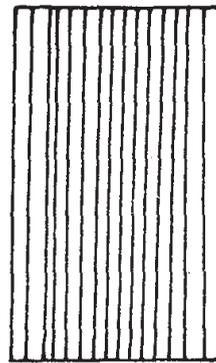

Figura 2
- Distribuye la primera capa de varilla, tomando en cuenta el lado más largo de la losa (figura 2).